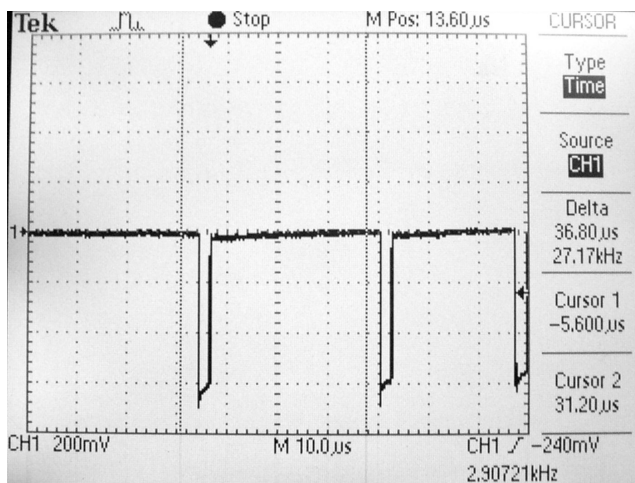

Рисунок 132
3) Отключить адресное устройство от ИПЛ, не выходя из режима «Сдвиг импульсов». Последовательно вручную изменять сдвиг «Т0», «Т1» и измерить при помощи запоминающего осциллографа значение вносимого временного сдвига в диапазоне от - 9,00 до + 9,75 мкс (рисунок 132). Измеренные значения сдвига импульсов должны совпадать с установленными при помощи БД.